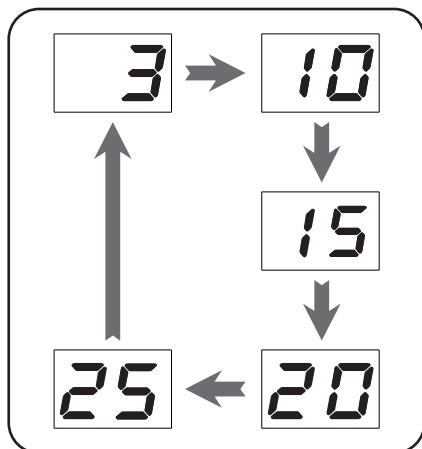

图 7（低光模式时间循环显示）
- 低光模式 (L1、L2、L3) 时间循环选择，如图 7 所示（建议优先使用低光模式）。